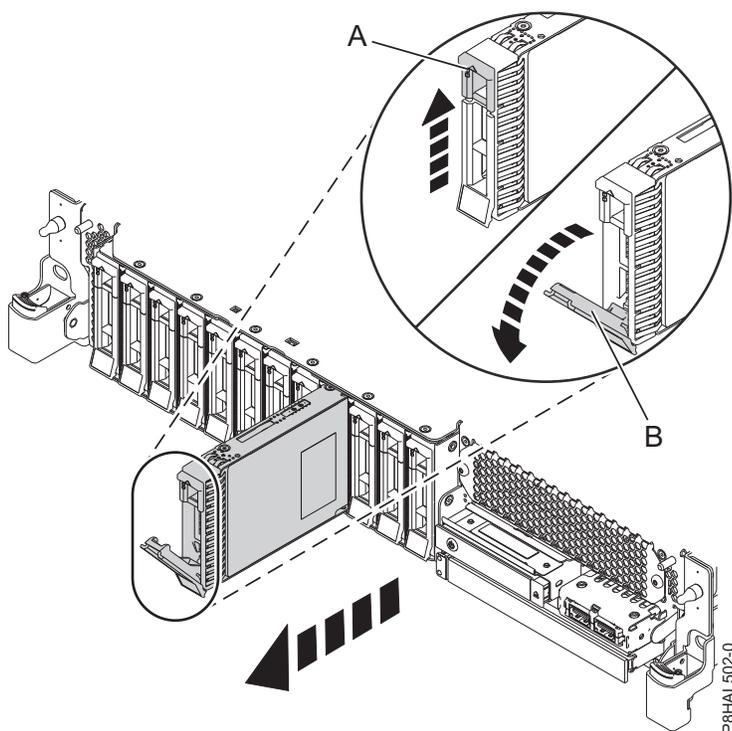
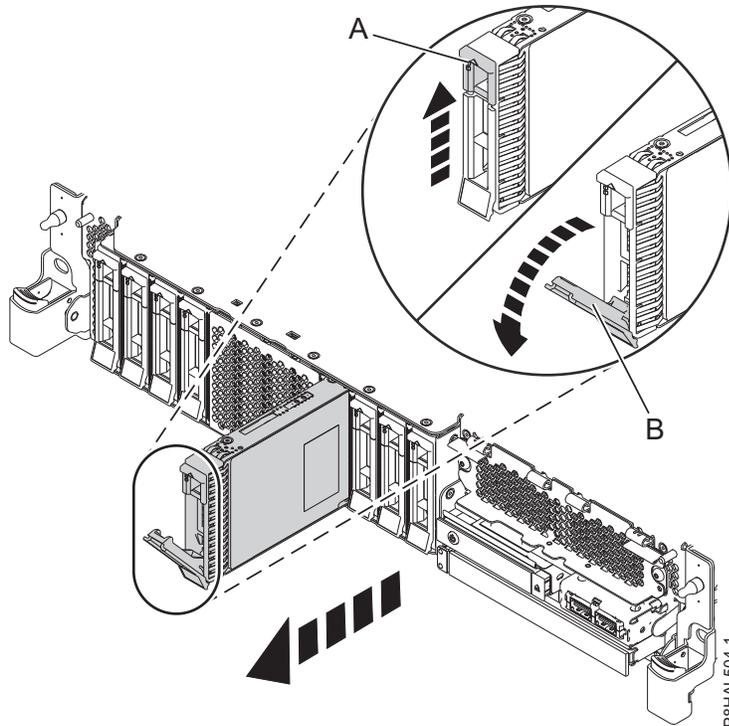

Figura 62. Remover uma unidade de disco de um sistema de função base
Figura 63. Remover uma unidade de disco de um sistema de função expandida
4. Quando o LED de identificação fica aceso, desbloqueie a pega do compartimento de unidade (**B**) premindo o trinco da pega (**A**) e puxando-a para fora, como é mostrado na Figura 62 e a Figura 63 na página 69. Se a pega não estiver completamente fora, a unidade de disco de segunda geração não poderá deslizar para fora do sistema.